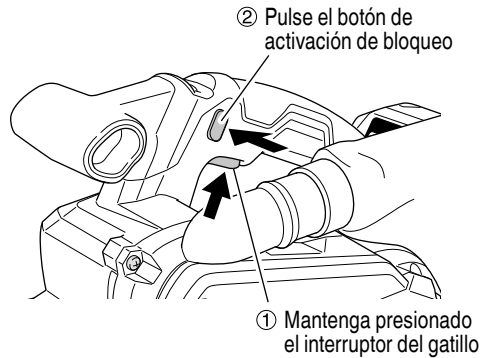

Fig. 15
5. **Encendido y apagado de la lijadora (Fig. 15)**
El interruptor de encendido se activa cuando se pulsa el gatillo, y si el botón de activación del bloqueo es presionado una vez, el interruptor de encendido se bloquea, permitiendo un funcionamiento continuo. El botón de activación del bloqueo puede soltarse tirando del activador. (Fig. 15)